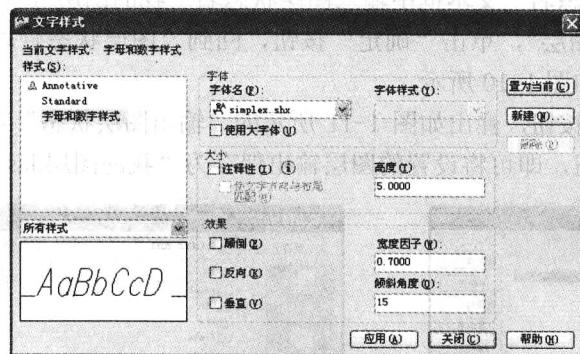

图 1-14 创建“字母和数字样式”
- 单击“确定”按钮，返回“文字样式”对话框。在“字体名”下拉列表中选择 simplex.shx 选项，在“高度”文本框中输入 5，在“宽度因子”文本框中输入 0.7，在“倾斜角度”文本框中输入 15（见图 1-14），单击“应用”按钮。